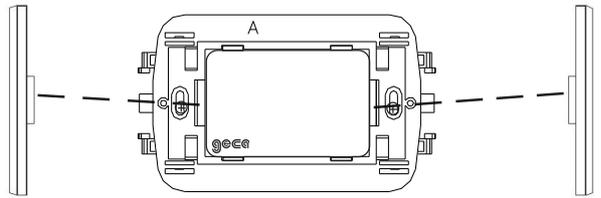

Fig. 13
N.B. Nel caso le luci **Diva, Astra e Linea** debbano ricevere placche **AVE Banquise o Noir; VIMAR Idea o Rondò e BTICINO Matix**, inserire nelle apposite fessure laterali le adeguate "Barrette copriforo" in dotazione (Fig. 13).